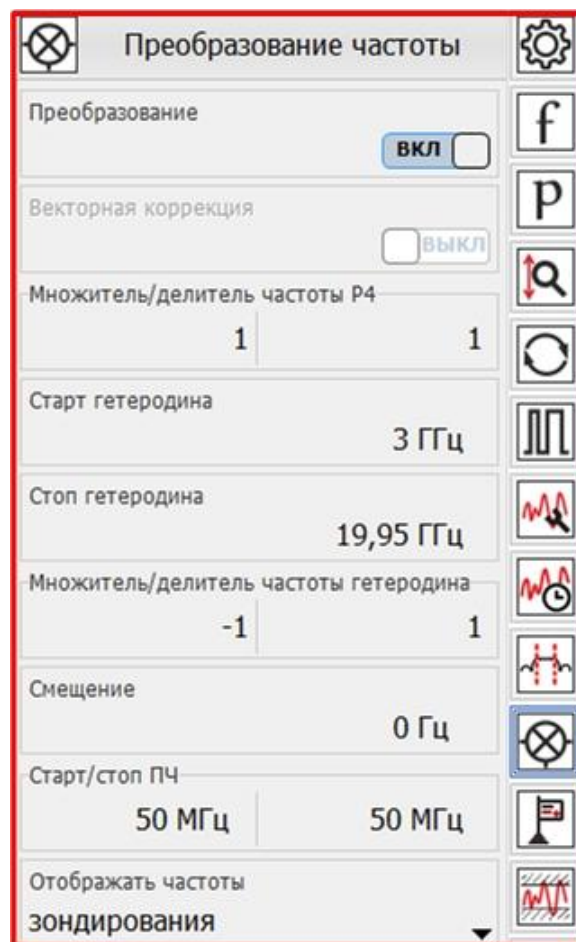

Рис. 23. Задание параметров преобразования частоты
10. В панели управления «Преобразования частоты» задать параметры гетеродина, рис. 23;